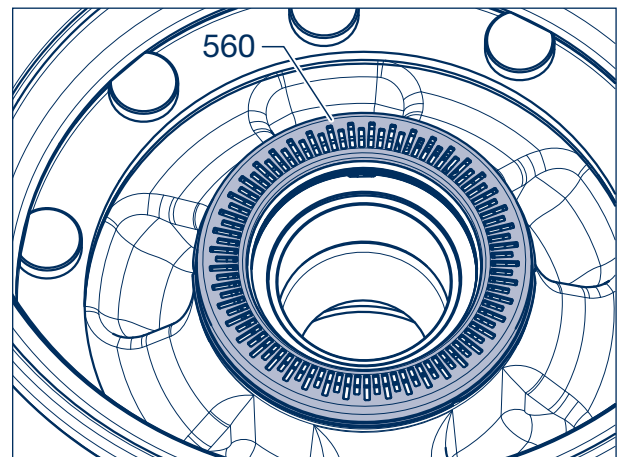

Рисунок 2
Напрессовать кольцо АБС (560) - ECO Plus 3 (Рисунок 2)
- [3] Приподнять ротор (560) со ступицы колеса (435). При этом нельзя повредить место установки ступицы колеса.
- [4] Опорную поверхность кольца АБС (560) очистить от загрязнений, остатков краски и т.д.